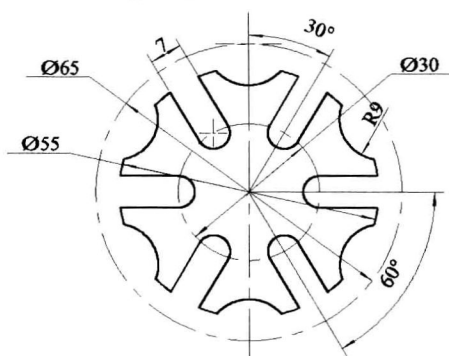

图1-16
【练习1-7】： 利用镜像功能绘制轮廓，如图 1-16 所示。
3. 利用镜像功能得到如图 1-16 所示的结果。